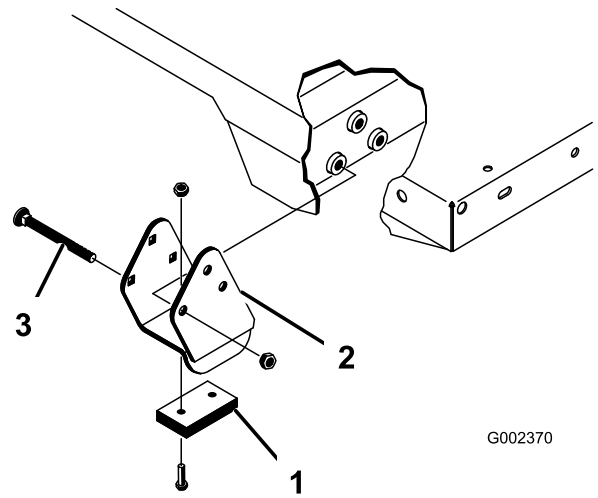

Figura 25
Asigurați-vă că suporturile distanțiere și blocurile de uzură (Figura 25) sunt montate cu uruburile de fixare poziționate în interiorul mainii.
- Aezați cu atenție platforma pe cadrul mainii, aliniind orificiile plăcii pivotante din spatele platformei cu orificiile din canalul cadrului spate și montați cele 2 tifturi cu cap și gaură și cui de osie (Figura 25).
- Introduceți tiftul cu cap și gaură din exteriorul platformei cu cuiul de osie orientat spre exterior (Figura 25).